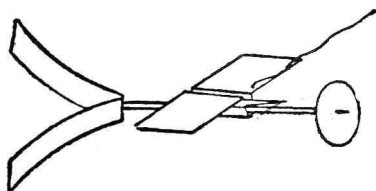

图8
5. 把各零件套装在竹丝上就成图8的样子。尾翼可用钉书机钉住,也可用浆糊或胶水粘在竹丝上。这样,就做成了“响声飞机”。